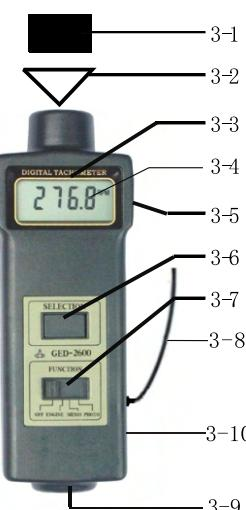

图 1
- 4.4 将内置传感器(图1, 3-9)或分体式传感器(图1, 3-8)靠近点火线圈，按下测量按钮(图1, 3-5)，当监视灯(图1, 3-3)以均匀的时间间隔闪烁或稳定地出现在LCD上时，说明发动机的点火脉冲正在被正确地检测，显示器上的值就为发动机的转速。一般情况下，传感器应与点火线圈平行。
当释放测量按钮时，显示器上将保留最后一个测量值。但测量期间的最大、最小值及最后一个测量值（如图2所示）都自动存储在仪表中。只要将功能开关（图1, 3-7）拨到“MEMO”位置，测量值就显示出来，先显示数字，后显示出英文符号，交替显示。其中“UP”代表最大值、“d n”代表最小值，“LA”代表最后一个值。每按一次选择按钮（图1, 3-6），则显示另一个记忆值。（见图2）